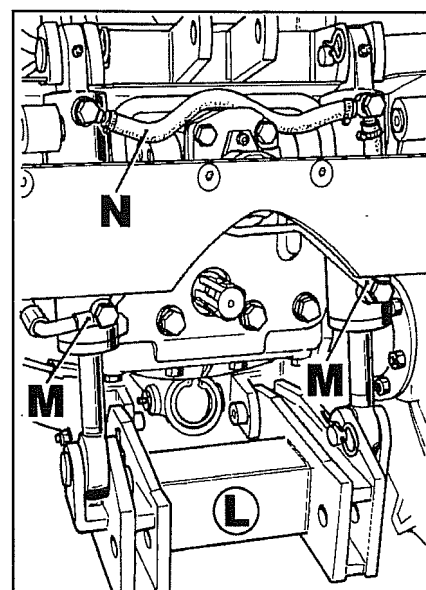

Fig. 18
- 18 Enlever le support **L** fig. 18 des bras du relevage.
- 19 Débrancher les tubes **M** et **N** fig. 18 de refoulement et de récupération de l'huile des cylindres.